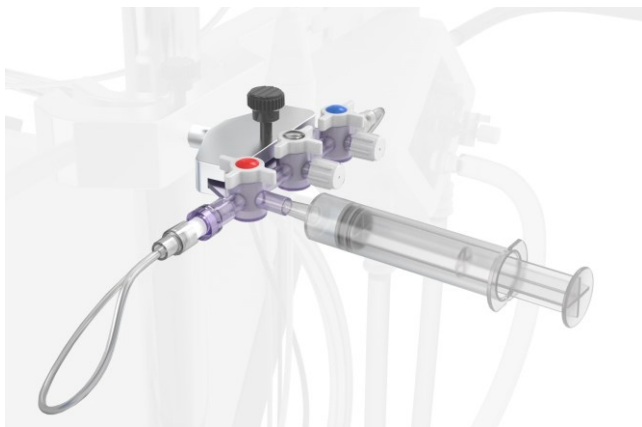

Figura 22 Eliminarea aerului din oxigenator prin linia de eșantionare prin aspirare cu o seringă. Asigurați-vă că supapa roșie este în orientarea indicată.
- Plasați seringa pe portul roșu al supapei de eșantionare pentru a elimina aerul din oxigenator. Deschideți supapa roșie de pe portul de eșantionare; a se vedea Figura 22.